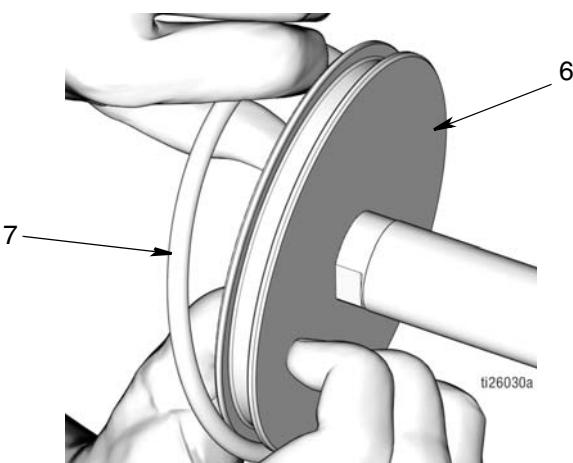

图 49
- 在 O 形圈 (7) 上抹上薄薄一层滑脂。在活塞 (6) 上安装 O 形圈 (7)，如图 49 所示。